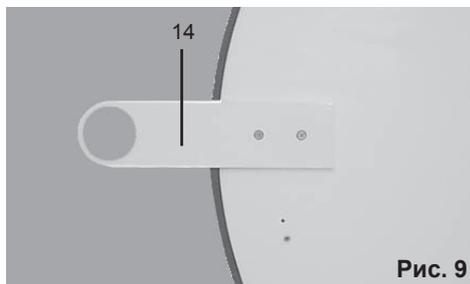

Рис. 9
Теперь подтяните упор (8) на левой нижней части к установочной лапке (14) на опорной плите (Рис. 9).